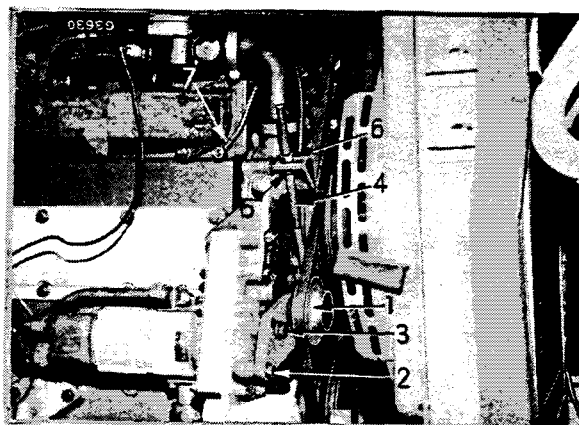

Figure 79
- Desserrez la vis de fixation (2) Fig. 79, la vis de blocage (3) et le contre-écrou (5)
- Vissez ou dévissez l'écrou de réglage (6) sur le bras de tension (4) jusqu'à obtention de la tension correcte.
- Resserrez successivement et dans l'ordre, le contre-écrou (5), la vis (3) et la vis (2).